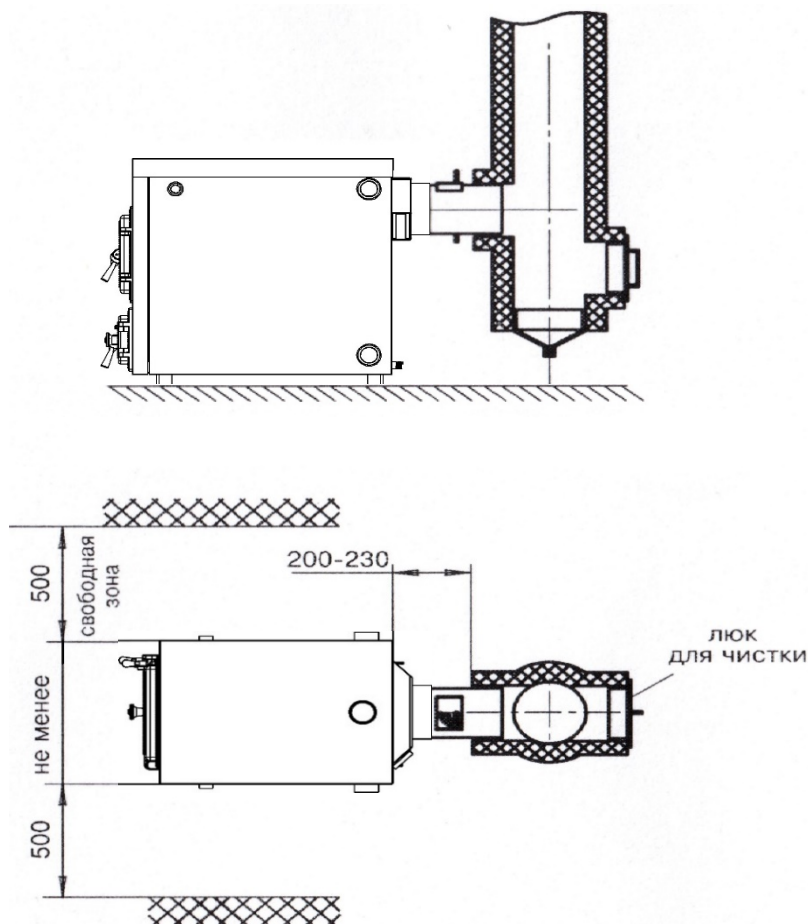

Рис. 2 Схема установки котла
6.1.2. Перед установкой котла на стораемые конструкции здания под котлом и перед его фронтом на 500 мм необходима прокладка стальных листов толщиной 0,6 - 1,0 мм по асбестовому или базальтовому картону, толщиной 3-5 мм. Схема установки котла показана на рис. 2.